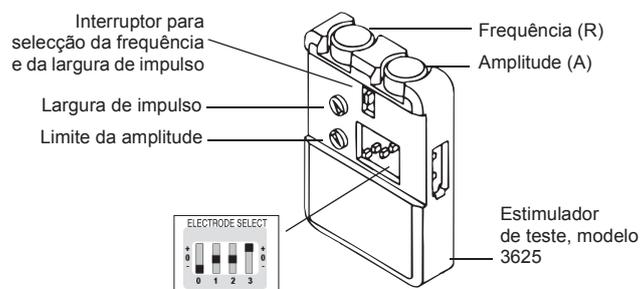

Figura 37. Configuração dos controlos do estimulador de teste, modelo 3625
- Frequência (R): 15 Hz
- Amplitude (A): desligada
- Interruptores Electrode Select (selecção do pólo) conforme indicado na Figura 37